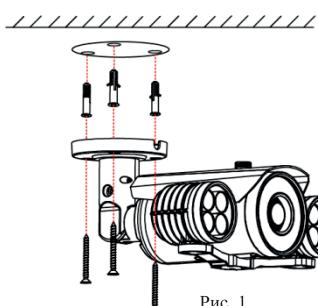

Рис. 1
- Просверлите три отверстия в соответствии с монтажным шаблоном, затем при помощи шурупов и дюбелей закрепите камеру в подготовленные отверстия (см. рис.1).